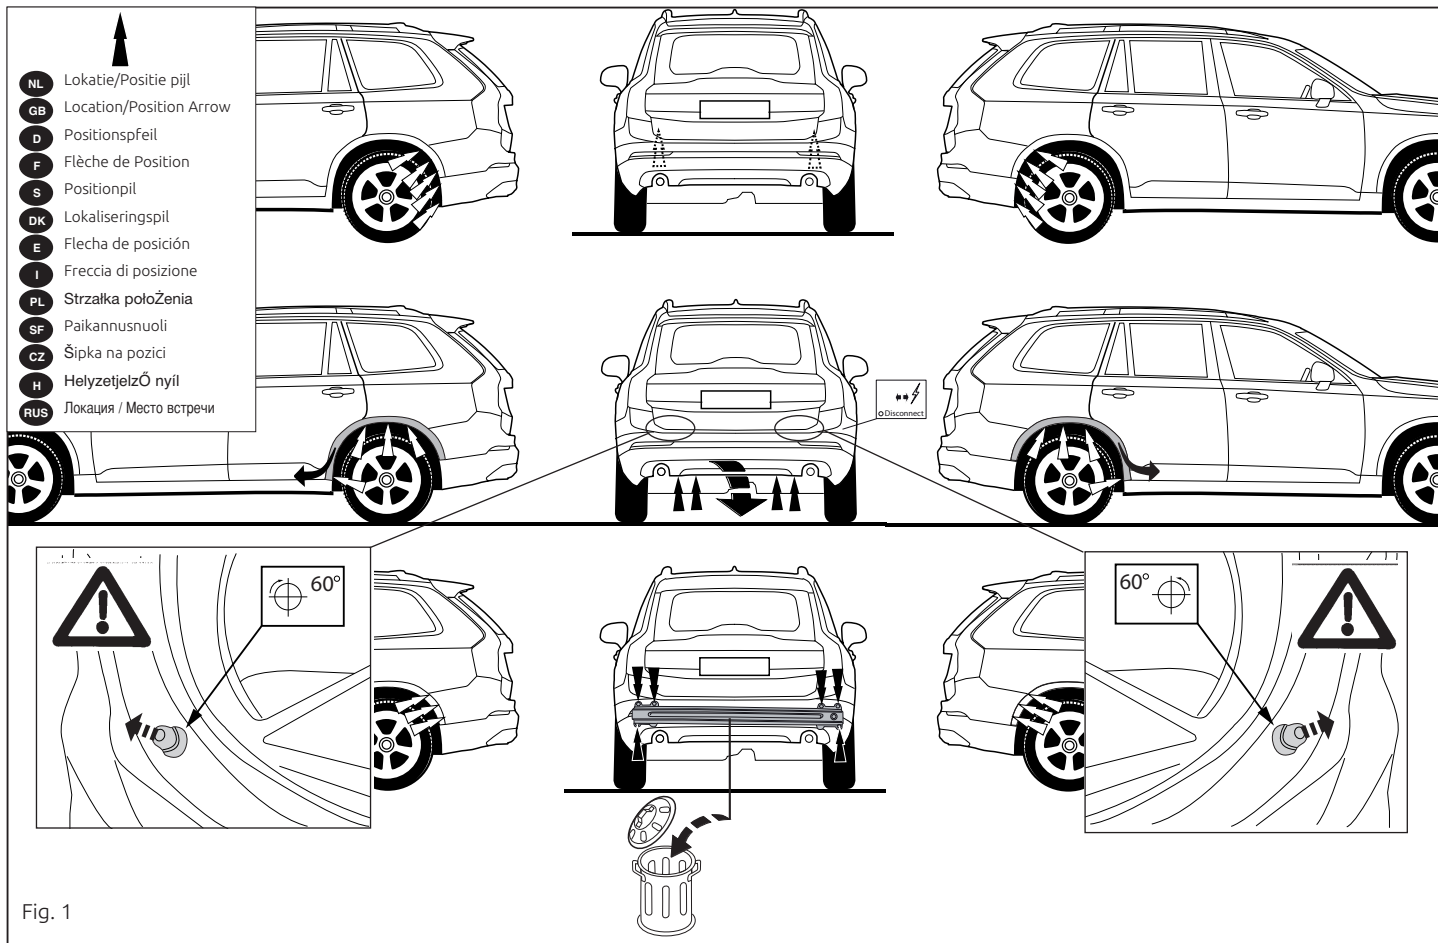

Fig. 1
1. Zdemonstrować z pojazdu zderzak wraz ze stalową belką zderzakową, belka zderzakowa nie będzie ponownie używana (patrz rys. 1, 1a).
1. Снять бампер вместе со стальным буферным брусом автомобиля; буферный брус больше не понадобится (см. рис. 1, 1а).